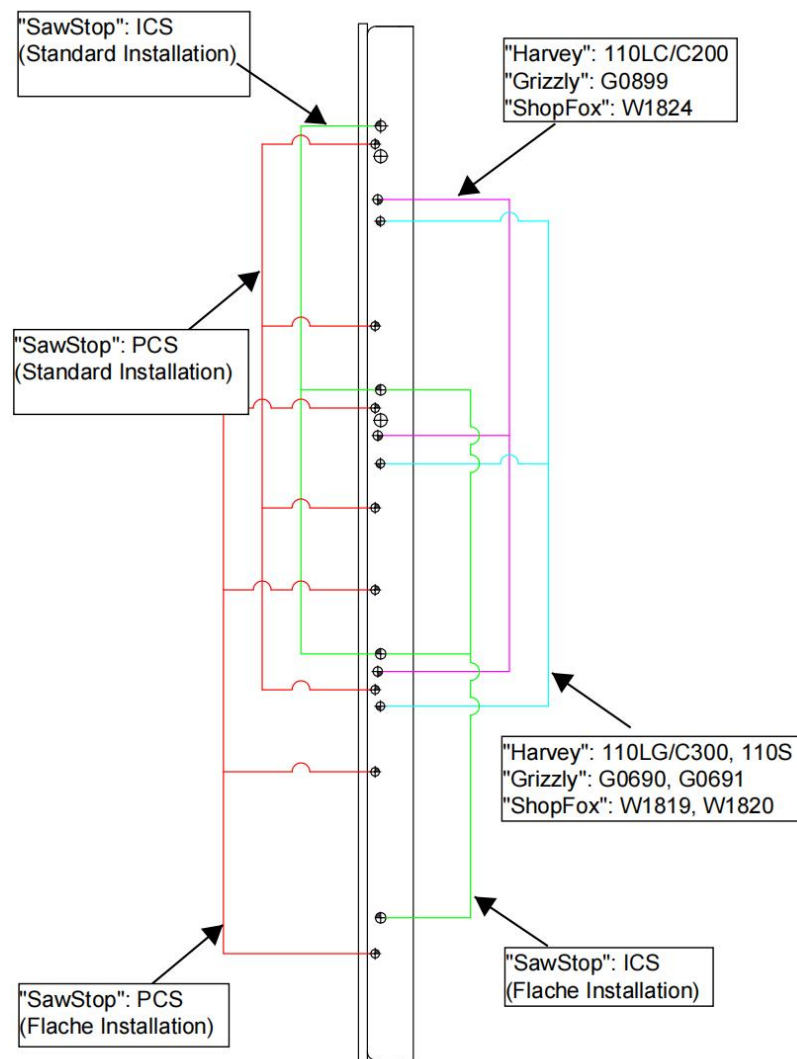

Abb.4
5. Beziehen Sie sich auf Abbildung 4 und bestätigen Sie die richtigen Montagelöcher für Ihre Tischkreissäge. Richten Sie die Montagelöcher aus und führen Sie dann zwei Linsenschrauben, Sicherungsscheiben und Unterlegscheiben durch den Schiebetisch in die Montagelöcher der Sägertischseite ein.